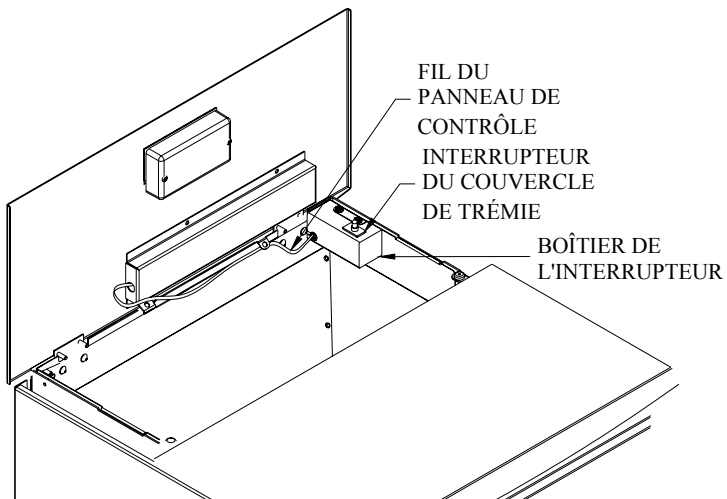

Figure 11
- 5- Raccordez le connecteur blanc à l'interrupteur(Figure 11)